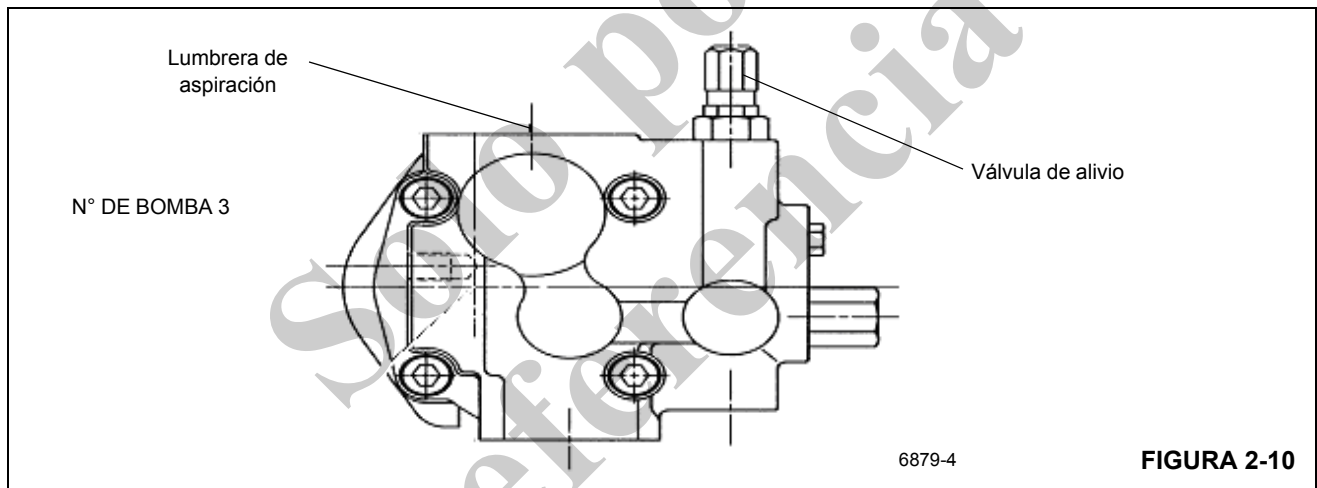

FIGURA 2-10
2. Acelere el motor a ralentí (950 rpm), por 5 a 10 segundos solamente, ya que el caudal estará conectado en "circuito caliente". Revise la presión. Ajuste la válvula de alivio de la bomba N° 3 (Figura 2-10) a 19.3 ± 0.4 MPa (2800 ± 50 psi). Si es necesario repetir este paso, compruebe que la bomba NO ESTÉ CALIENTE al tacto. Si lo está, déjela enfriar antes de continuar.